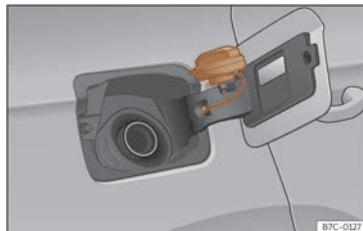

Fig. 176 Tapa do depósito co tapón encaixado.
• Colóqueo no espazo que hai na bisagra da tapa aberta >>> **fig. 176**.